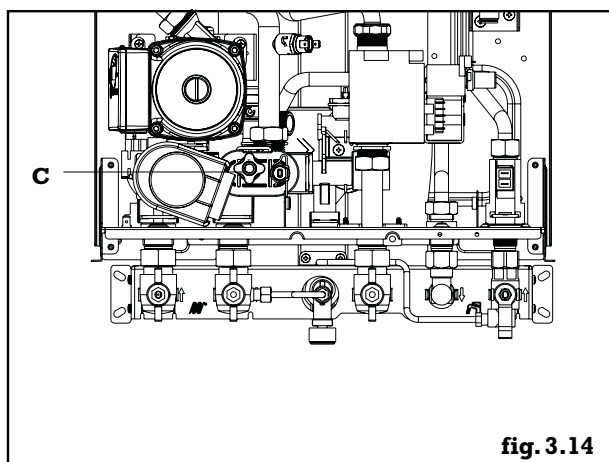

fig. 3.14
- connecter le petit tube en plastique (fourni dans l'enveloppe de documentation de la chaudière) sur le robinet de vidange (**C**) (**fig.3.14**) puis le dévisser pour évacuer l'eau à l'extérieur de la chaudière.